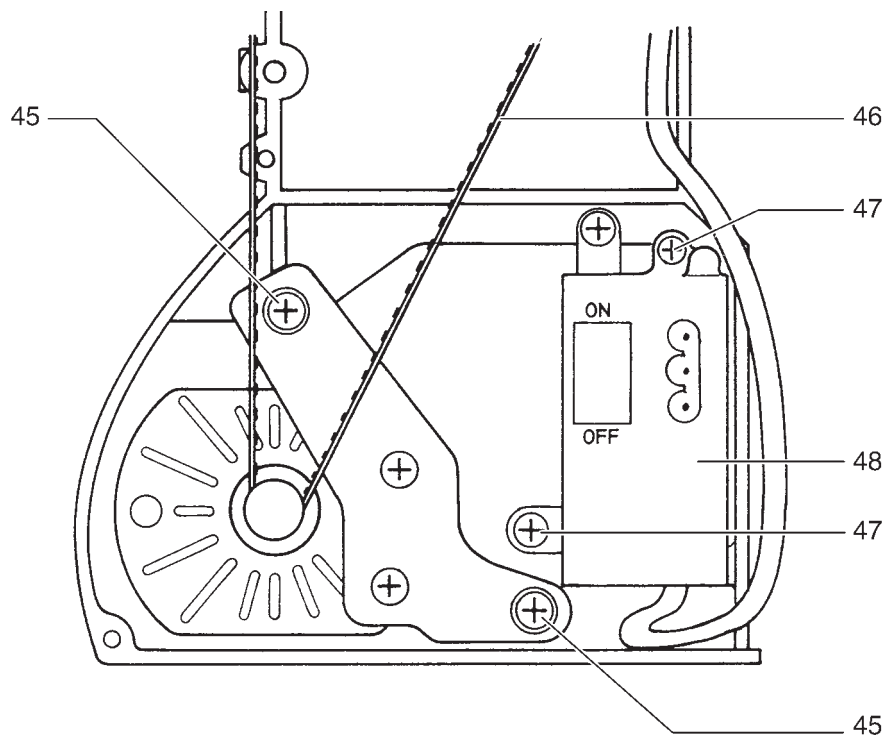

Рис. 44
- Ослабьте крепежный винт 45 (рис. 44).
- Выверните крепежные винты 45 (рис. 44).
- Винтами 47 прикрепите к корпусу машины корпус электрического соединителя 48 (рис. 44).